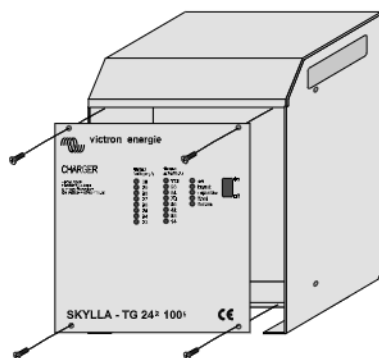

Abbildung 6
- ❑ Entfernen Sie dann die 4 Schrauben an der Front des Gehäuses, siehe Abbildung 6.